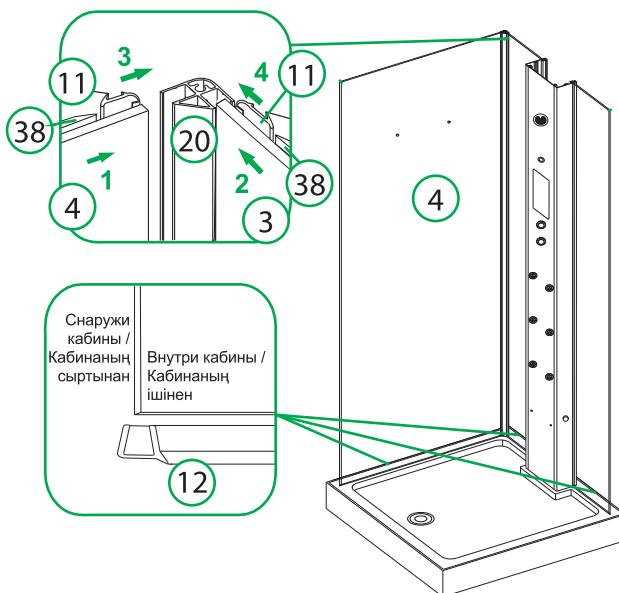

Рис. 5 / 5-сур.
- Соедините задние неподвижные стеклянные панели с угловым соединительным профилем и закрепите их ПВХ-уплотнителями (рис. 5).